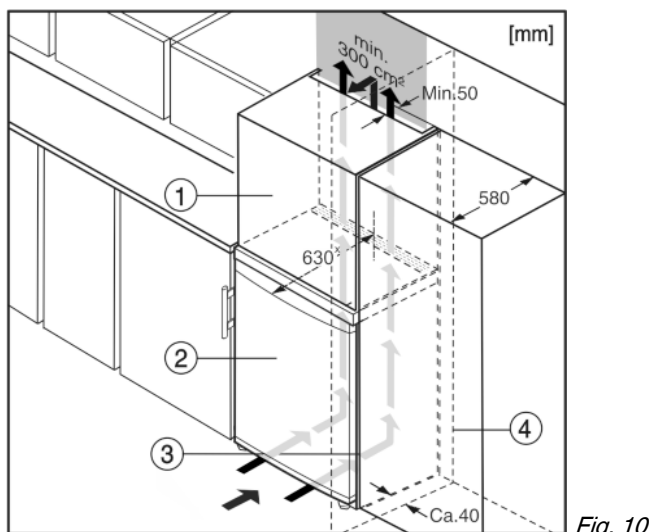

Fig. 10
Das Gerät kann mit der Kücheneinrichtung umbaut werden. Um das Gerät Fig. 10 (2) der Küchenzeilenhöhe anzugleichen, kann über dem Gerät ein entsprechender Aufsatzschrank Fig. 10 (1) angebracht werden.
Beim Umbau mit Küchenschränken (Tiefe max. 580 mm) kann das Gerät direkt neben dem Küchenschrank Fig. 10 (3) aufgestellt werden. Das Gerät steht seitlich 34 mm\* und in der Gerätemitte 50 mm\* gegenüber der Küchenschrankfront vor.
Wenn das Gerät mit den Scharnieren neben einer Wand Fig. 10 (4) aufgestellt wird, muss der Abstand zwischen Gerät und Wand mindestens 40 mm betragen. Dies entspricht dem Griffüberstand bei geöffneter Tür.